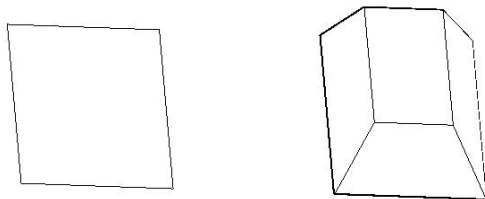

图 7-35 倾斜 30°角拉伸实体
- “倾斜角”子选项主要用于拉伸有倾斜角度的实体。默认情况下，拉伸实体的倾斜角度为 0 度，当在拉伸时指定角度后，实体将以拉伸对象为基准向内或向外倾斜角度，如图 7-35 所示。